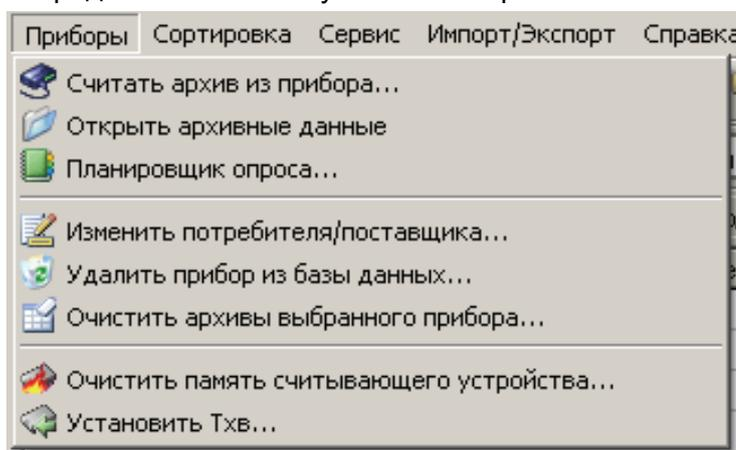
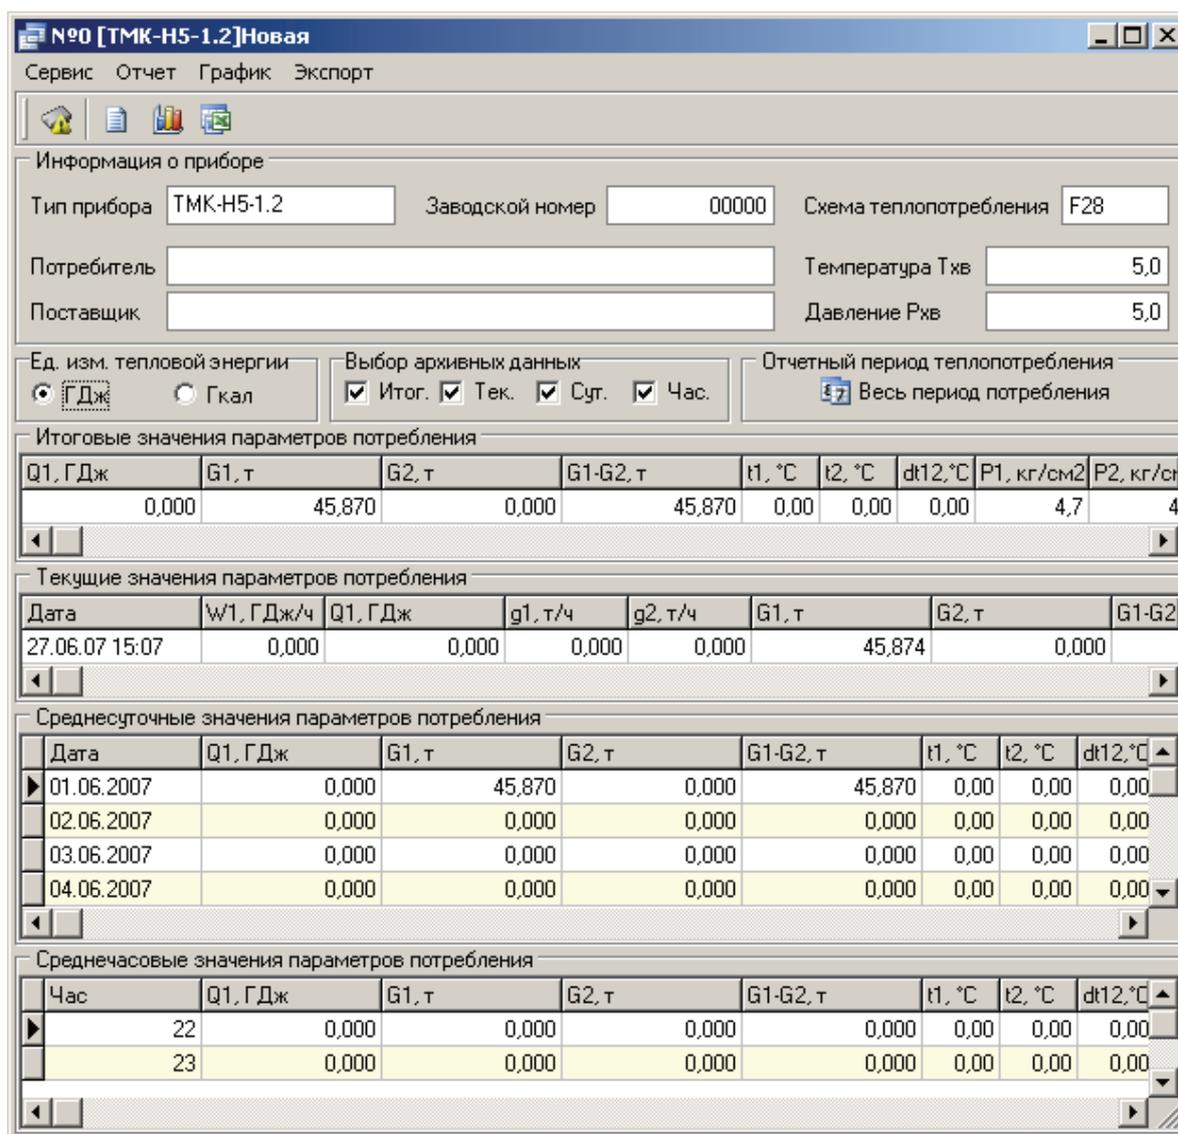
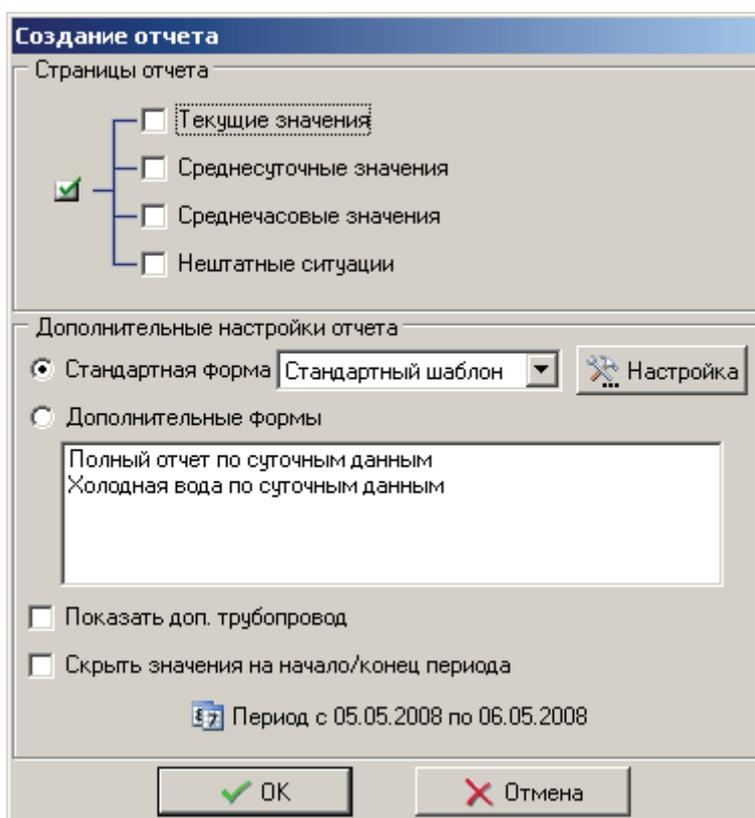
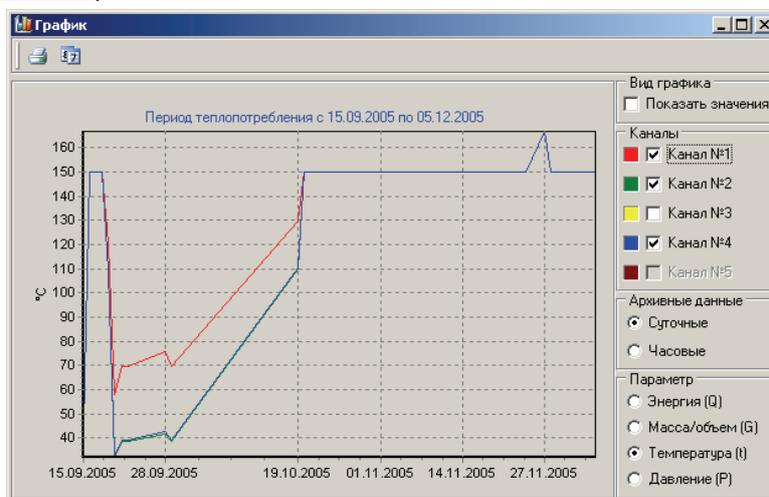

Рисунок 3.12
Рисунок 3.25
Рисунок 3.28
Рисунок 3.33
3.3.3 Меню **Приборы** Основного окна программы содержит выпадающий список (см. рисунок 3.12), в котором представлены ниже указанные строки.
3.3.3.2 Строка **Открыть архивные данные** меню **Приборы** (см. рисунок 3.12) служит для вызова всплывающего окна (см. рисунок 3.25), которое содержит параметры прибора (тип, заводской номер, наименование потребителя и поставщика энергоресурсов), таблицы итоговых, среднесуточных, среднечасовых и текущих значений параметров за заданный временной интервал, единицы измерения тепла (ГДж/Гкал), глубину архива за задаваемый временной интервал, номер схемы учета значений параметров теплоносителя и тепловой энергии, значения температуры Тхв и давления Рхв (только для ТМК-Н).
Меню **Сервис** окна архивных данных (см. рисунок 3.25) содержит команду **Показать попытки изменения параметров тепловычислителя** (См. рисунок 3.26), которая служит для демонстрации зафиксированных прибором попыток изменения параметров и для вызова всплывающего окна **Попытки изменения параметров тепловычислителя** (см. рисунок 3.27).
Меню **Отчет** окна архивных данных (см. рисунок 3.25) служит для формирования, просмотра и печати отчетов о параметрах прибора и для вызова всплывающего окна **Создание отчета** (см. рисунок 3.28).
Чтобы удалить ненужные формы из списка шаблонов (см рисунок 3.28), необходимо зайти в каталог **report** установленной программы **Менеджер данных** и удалить одноименный файл с расширением **.ffr** Таким же образом можно переносить формы с компьютера на компьютер, т.е. простым копированием.
Дополнительный трубопровод отображается в отчете, только при установленном флаге **Показать доп. трубопровод** (см. рисунок 3.28)
Меню **График** окна архивных данных (см. рисунок 3.25) служит для визуализации архивных данных в виде кусочно-линейных зависимостей и для вызова всплывающего окна **График** (см. рисунок 3.33).
Меню **Экспорт** окна архивных данных (см. рисунок 3.25) служит для передачи архивных данных в табличном виде в Microsoft Excel (см. рисунок 3.35).